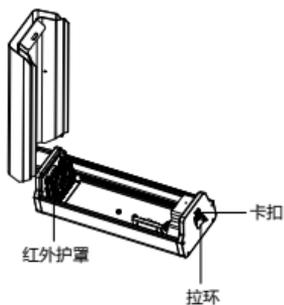

图2-24 打开红外护罩
- 红外护罩安装时先向外拉开拉环，逆时针旋转 180°，向下轻压护罩盖子后取出卡扣，打开护罩如图 2-24 所示。